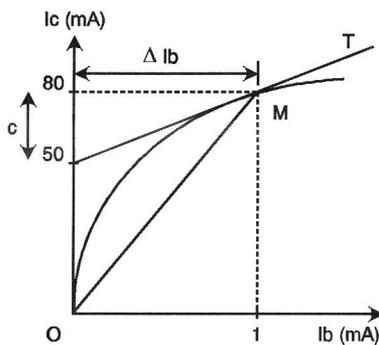
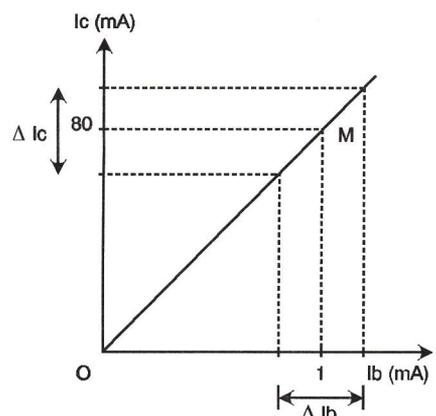
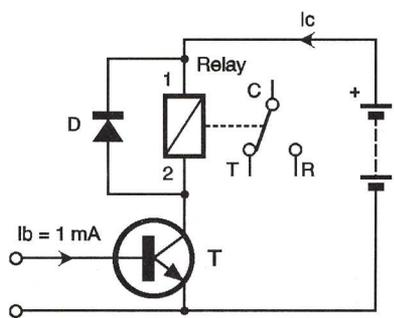

Fig 2a Détermination de  $\beta_s = I_c/I_b$  et  $\beta_d = \Delta I_c/\Delta I_b$
Fig 2b Pour ce transistor  $\beta_s = 80 = \beta_d$
Fig 2c Commande d'un relais  $I_c = B_s \cdot I_b$
Pour comprendre la différence qui existe entre ces 2 amplifications (statique et dynamique), nous allons nous référer à la figure 2a. Au point M, l'amplification statique  $\beta_s = I_c/I_b$  est le rapport entre l'ordonnée et l'abscisse du point considéré. Dans notre cas, elle vaut 80 ( $=80\text{mA}/1\text{mA}$ ). Cette valeur représente aussi la pente de la droite OM. Au même point de fonctionnement (M), l'amplification dynamique  $\beta_d = \Delta I_c/\Delta I_b$  est égale aux rapports des variations de  $I_c$  et  $I_b$ , c'est à dire aussi à la pente de la tangente (T) à la courbe  $I_c=f(I_b)$  au point M. Avec les valeurs relevées sur la courbe on obtient  $\beta_d = 30$  ( $=30\text{mA}/1\text{mA}$ ). On notera au passage que la différence entre  $\beta_s$  et  $\beta_d$  vient de la courbure de la caractéristique  $I_c=f(I_b)$ . Pour le transistor de la figure 2b, la caractéristique  $I_c=f(I_b)$  est une droite qui passe par l'origine des coordonnées. Dans ce cas  $\beta_s = \beta_d$ .
rythme des signaux à amplifier. C'est donc l'amplification dynamique  $\beta_d$  qu'il faut prendre en compte. Si l'un des transistors de l'amplificateur possède une caractéristique analogue à celle de la figure 2a et que l'on a pris la valeur de  $\beta_s$  (relevée par exemple à l'aide du transistormètre incorporé à certains multimètres) pour les calculs prévisionnels, il est évident que l'amplificateur réalisé amplifiera beaucoup moins que ce que l'on attendait (à tort).
Supposons maintenant que le transistor (toujours celui dont la caractéristique est celle de la figure 2a) soit destiné au pilotage d'un relais (figure 2c) nécessitant un courant de bobine supérieur à 50mA. Pour commander le relais à partir d'un cou-